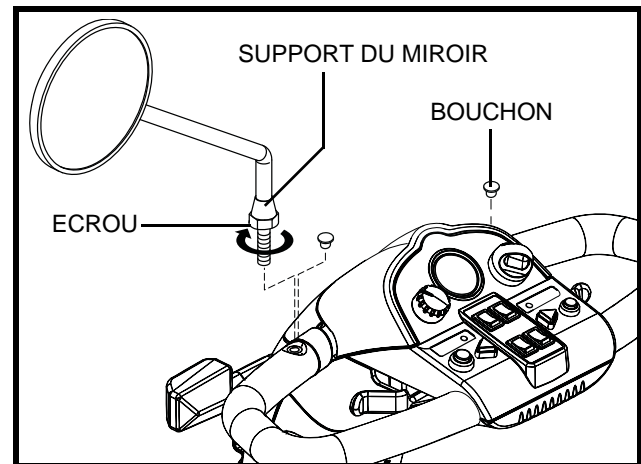

Figure 15. Installation du miroir
**Pour installer le miroir (voir la figure 15):**